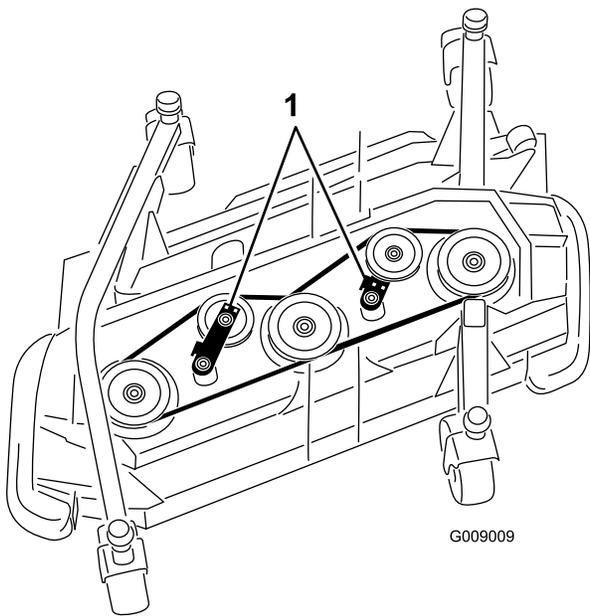

Figure 124
5. À l'aide d'une clé à cliquet ou d'un outil similaire, éloignez les poulies de tension de la courroie d'entraînement pour détendre cette dernière et pouvoir la déchausser des poulies (Figure 124).